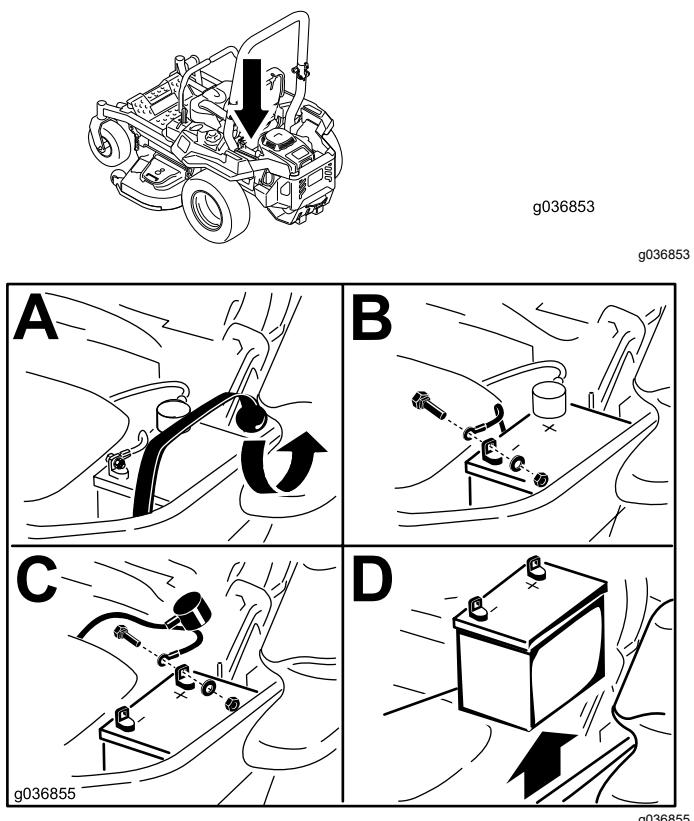

Figure 57
3. Retirez la batterie, comme montré à la Figure 57.
1. Placez la batterie dans son support en tournant les bornes à l'opposé du réservoir hydraulique (Figure 57).
4. Fixez les câbles avec 2 boulons, 2 rondelles et 2 contre-écrous (Figure 57).
6. Fixez la batterie en place à l'aide de la sangle en caoutchouc (Figure 57).